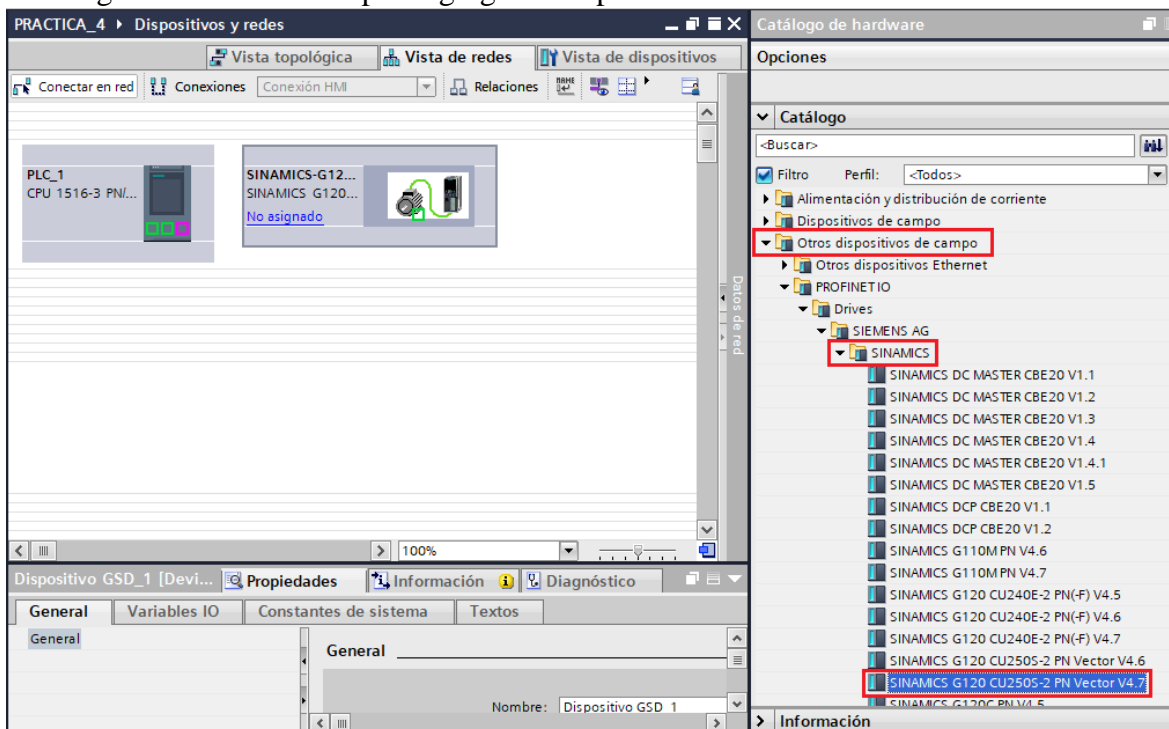

Figura 24. Agregar el variador de frecuencia G-120.
(4) Agregar el Variador de frecuencia SINAMICS G120 para ello seguimos los siguientes pasos:
- Para agregar el variador debemos hacer clic sobre “Otros dispositivos de campo” / “PROFINET IO” / “Drives” / “SIEMENS AG” / “SINAMICS” / “SINAMICS G120 CU250S-2 PN VECTOR V4.7” (ver Figura 24).